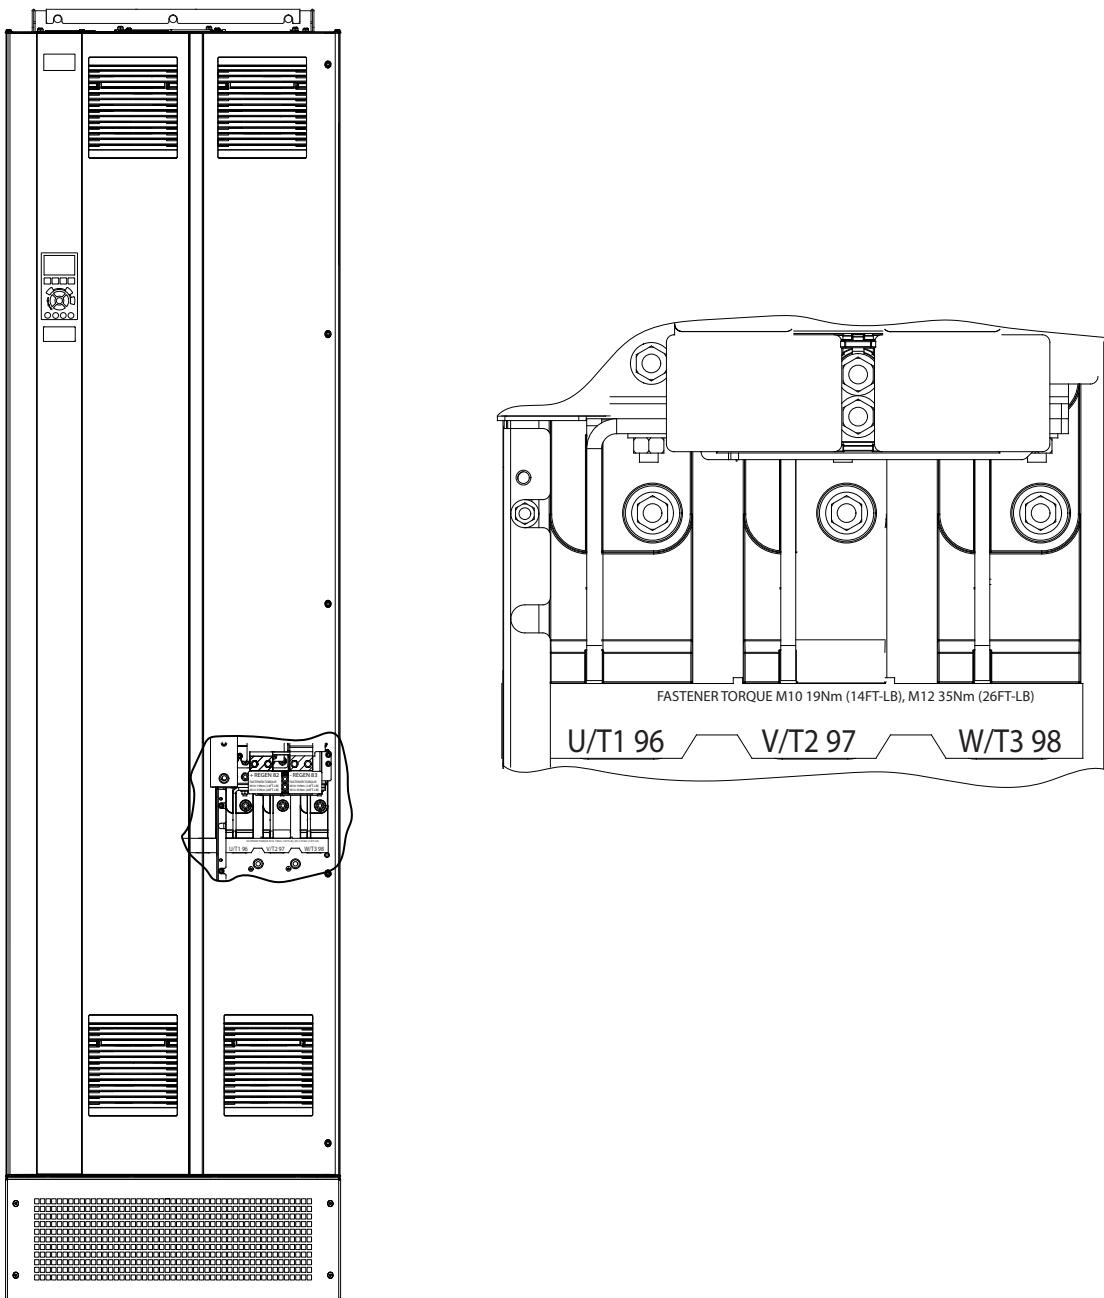

Bild 5.3 Växelström, motorplintar (E1h visas). En detaljerad vy över plintarna finns i kapitel 5.7 Plintmått.
4. Anslut trefasmotorkablaget till plint 96 (U), 97 (V) och 98 (W), se *Bild 5.3*.